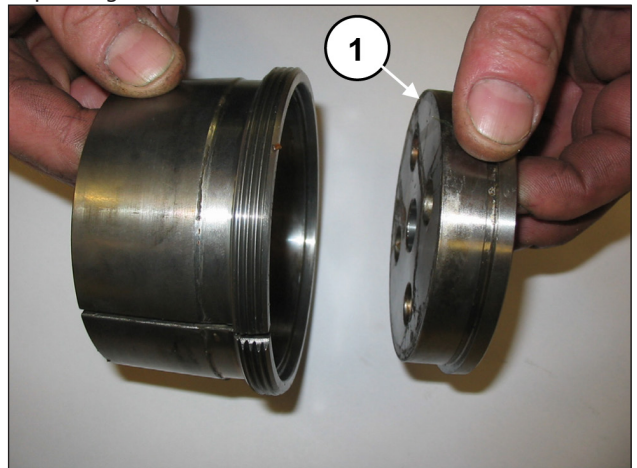

Fig. 21
Désassembler le flasque de retenue de la douille de pression (rep. ①, Fig. 21).